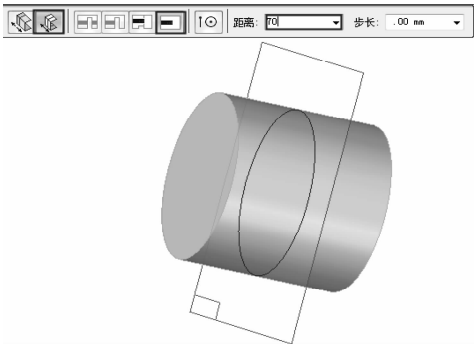

图 7-49 拉伸深度
(3) 草图绘制完成单击  【确定】按钮，程序自动弹出拉伸范围功能菜单，如图 7-49 所示。选择拉伸形式为【对称拉伸】，拉伸范围为【指定深度】，范围数值输入【70】，按 Enter 键确认输入。